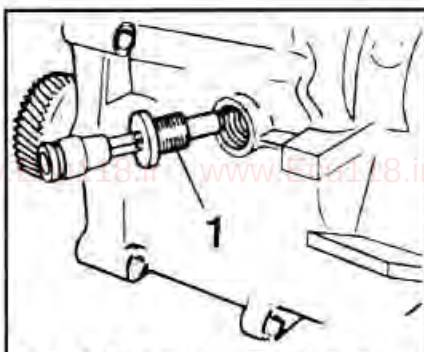

Рис. 5-26. Завертывание оси вилки переключения передач:
- Завернуть оси вилок переключения III и IV передач, установив вилку рукой в положение совмещения отверстий (рис. 5-26).